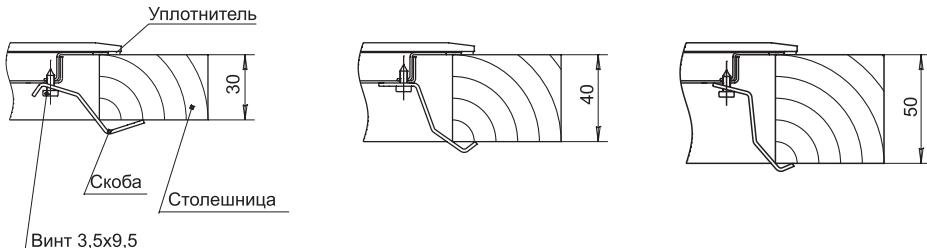

рис. 3
- Установить прижимы согласно рис. 3, 4, закрепив их винтами.